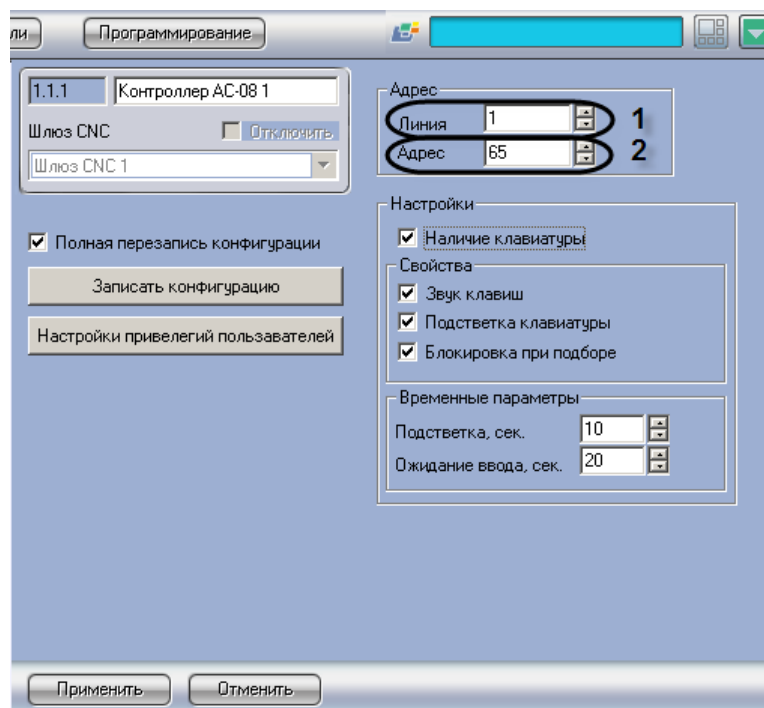

Рис. 3.5—2 Задание параметров связи охранному контроллеру АС-08
1. Перейти на панель настроек объекта **Контроллер AC-08** (Рис. 3.5—2).
2. В поле **Линия** ввести номер линии ЦКС, к которому подключен охранный контроллер АС-08 (см. Рис. 3.5—2, 1).